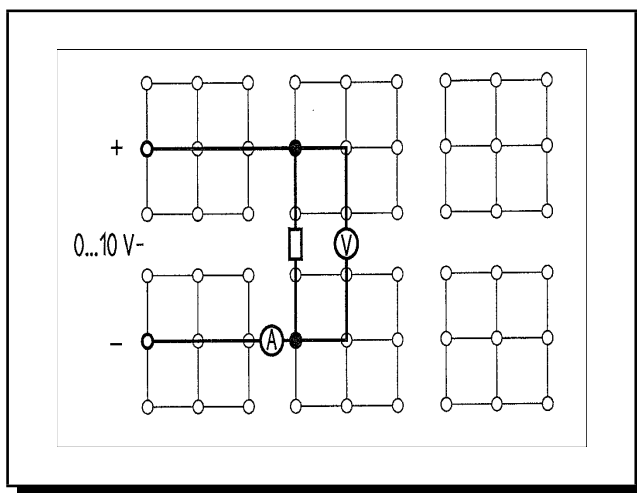

Figura 3.10: Relación entre la intensidad y la corriente
- 1 Realizar el montaje de la Figura 3.10; utilizando inicialmente la resistencia de  $47\Omega$  (designada como  $R_1$  en la Tabla 3.8).